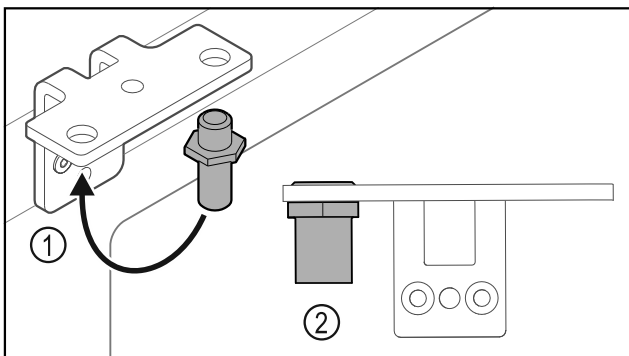

Fig. 36
- Premiestnite čap Fig. 36 (1) v uholníku závesu.
- Uťahnite čap Fig. 36 (2) **ťahovacím momentom 12 Nm**.